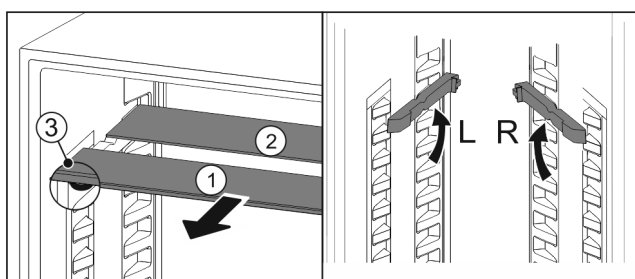

Fig. 123
- ▶ Glasplaten afzonderlijk vanaf de voorkant eruit trekken Fig. 123 (1).
- ▷ Glasplaat Fig. 123 (1) met sierlijst ligt voor.
- ▷ Stops Fig. 123 (3) zijn naar onder gericht.